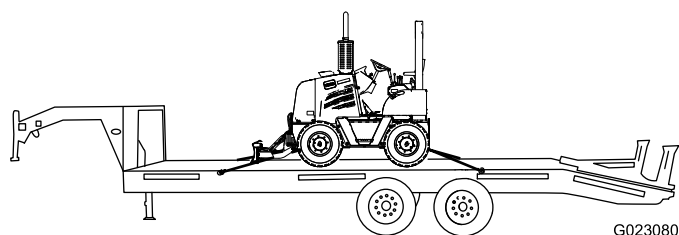

Bild 30
9. Befestigen Sie die Maschine vorne mit Ketten und einem Seil am Anhänger (Bild 30).
10. Befestigen Sie das Heck der Maschine mit Ketten und einem Seil am Anhänger (Bild 30).